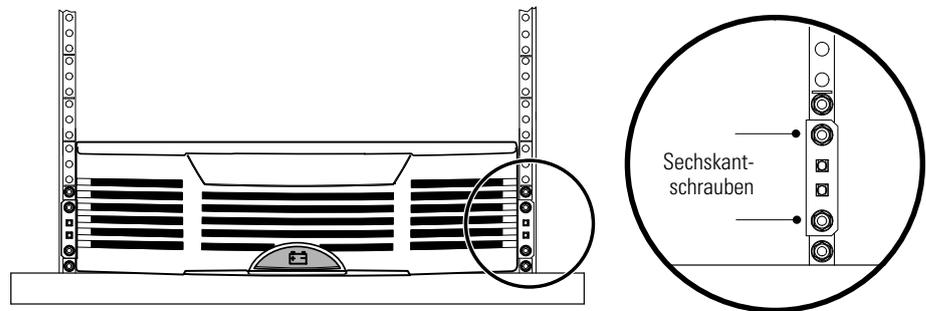

Abbildung 15. Festschrauben der EBM-Montagehalterungen
- 11.** Das EBM an seiner Vorderseite mit zwei Sechskantschrauben in jeder Montagehalterung am Rack befestigen, wie in Abbildung 15 dargestellt.